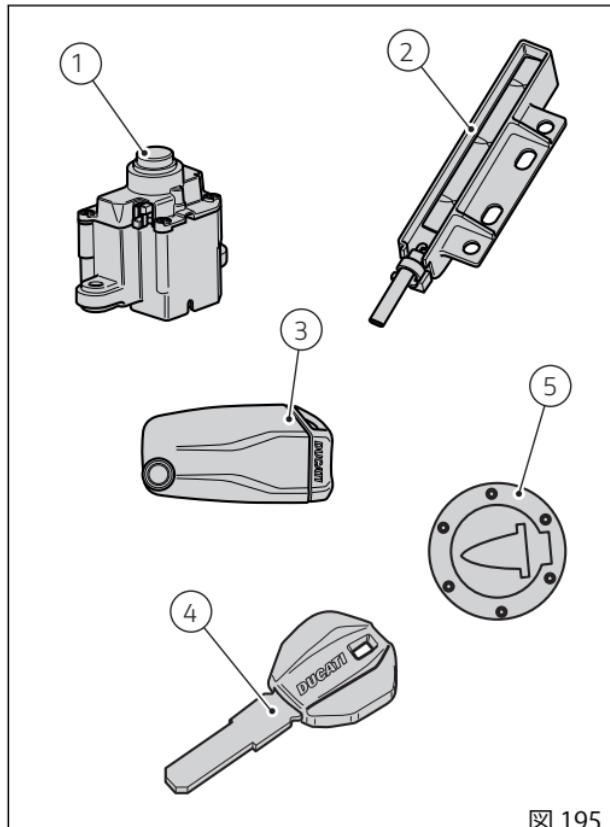

図 195
Hands Free ブロック (1、図 195) は燃料タンクの前方部に位置し、作業を行うには保護カバー (8) を起こして取り外してください。
Key-ONするには、アクティブキー(3、図195)があるときにハンドルバーのボタン(6)を押します。
Key-OFFするには、ハンドルバーのボタン(6)を押します。車速がゼロであればキー(3、図195)がなくてもKey-OFFが可能です。
Key-ONするには、アクティブキー(3、図195)があるときにHands Free ブロック(1、図195)のボタン(7)を押します。
Key-OFFするにはHands Free ブロック(1、図195)のボタン(7)を押します。キー(3、図195)がなくてもKey-OFFが可能です。
Key-ONするには、パッシブキー(4、図195)があるときにハンドルバーのグレーのボタン(6)を押します。
Key-OFFするには、ハンドルバーのグレーのボタン(6)を押します。車速がゼロであればキー(4、図195)がなくてもKey-OFFが可能です。
Key-ONするには、パッシブキー(4、図195)があるときにHands Free ブロックのボタン(7)を押します。
Key-OFFするにはHands Free ブロック(1、図195)のボタン(7)を押します。キー(4、図195)がなくてもKey-OFFが可能です。
キー(3)および(4)がないときにKey-ONするには、Hands Free ブロック(1、図195)のボタン(7)を押し、インストルメントパネルからPIN CODEを入力します。Key-OFFするにはハンドルバーのボタン(6)を押します。